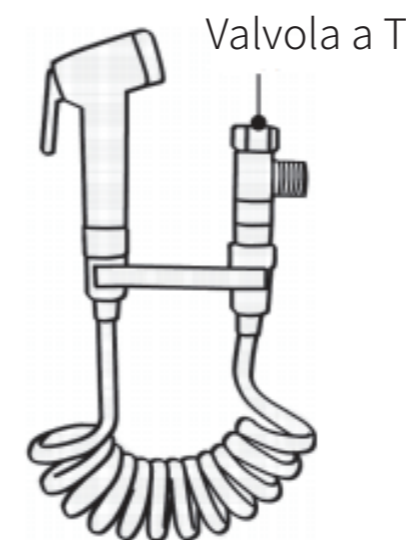

Fig.2)
2. Lors de l'installation d'une nouvelle bride de sol, assurez-vous que les trous de montage de la toilette sont situés à l'angle correct (Fig.1). La bride de sol doit être fixée au sol avec un minimum de quatre vis. Insérez deux boulons en T fournis dans les fentes du sol. bride (Fig.2).
(Fig.2)
2. Quando installi una nuova flangia a pavimento, assicurarsi che i fori di montaggio del WC siano posizionati con l'angolazione corretta (Fig.1). La flangia a pavimento deve essere fissata al pavimento con minimo di quattro viti. Inserire i due bulloni a T in dotazione nelle fessure del pavimento flangia (Fig.2).
2. Instale el reborde del suelo con los agujeros de instalación del inodoro en el ángulo correcto (Fig. 1). El reborde del suelo debe fijarse al suelo con al menos cuatro tornillos. (Fig. 2).